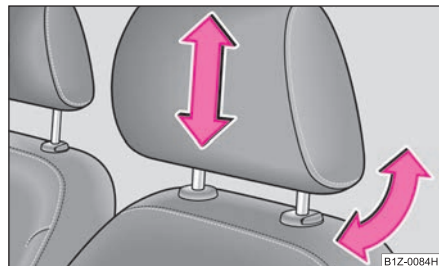

Fig. 62 Ajustar el reposacabezas
- Debe asir el reposacabezas por los lados con las dos manos y desplazarlo en el sentido de la flecha ⇒ fig. 62 hacia arriba o hacia abajo.
- Vd. también puede adaptar el reposacabezas a su cabeza ajustando la inclinación ⇒ fig. 62. Mediante la adaptación del reposacabezas aumenta el confort durante la marcha.